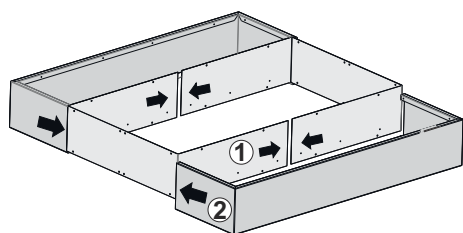

Fig. 5
1. Saml de indre højre og venstre sideplader (Fig. 5 /1), og placer de ydre højre og venstre sideplader, så de er monteret på de indre højre og venstre sideplader som vist i (Fig. 5 /2).